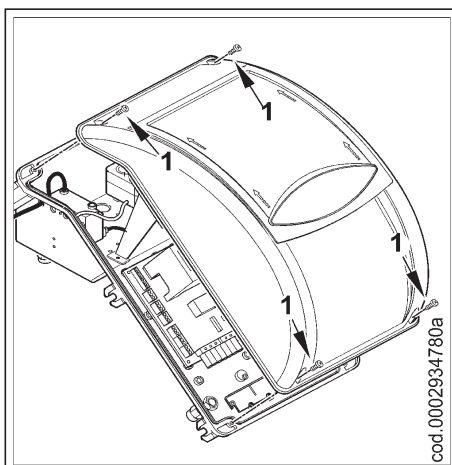

Рисунок 1
- 1) Снимите крышку, открутив 4 винта "1", как на рис. 1, при этом не убирайте прозрачное окошко. Доступ к электрическому щиту горелки получен.